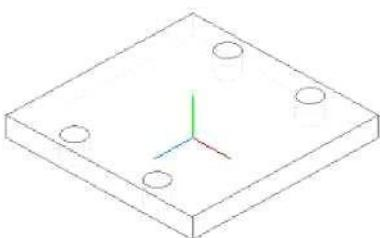

Рис. 7.26
2. Для создания остальных трех отверстий воспользуемся командой **Массив по сетке** с параметрами: **Количество по первой оси** - 2, **Шаг** - 40; **Количество по второй оси** - 2, **Шаг** - 74; **Угол раствора** - (-90°) (рис. 7.26).